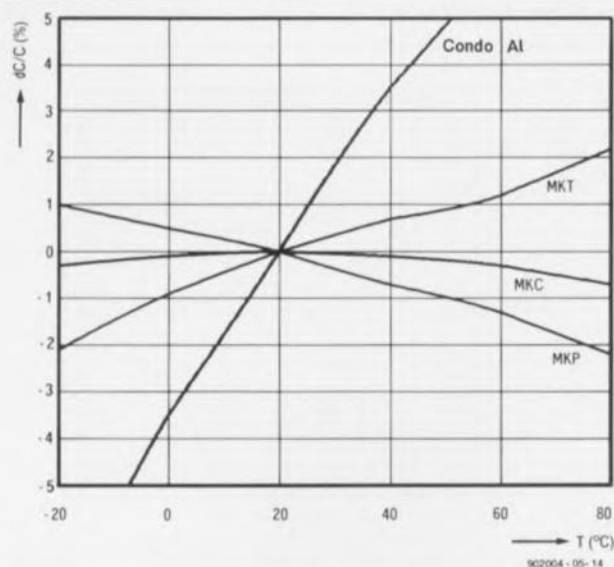

Figure 3. Évolution de la capacité de différents types de condensateurs en fonction de la température.
■ Le comportement thermique est en règle générale indiqué pour un type de diélectrique donné. Les courbes de la **figure 3** représentent l'évolution de la dérive en température d'un certain nombre de matériaux couramment utilisés pour la fabrication des condensateurs.